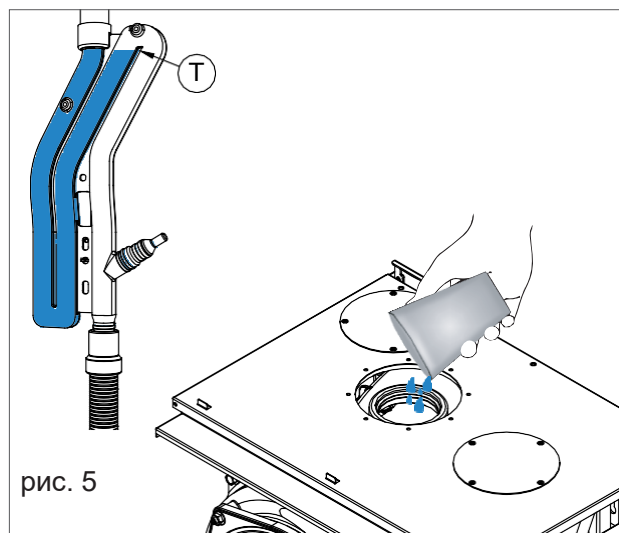

рис. 5
Порядок заполнения сифона следующий (см. рис. 5):
- › С помощью стакана залейте воду в выпускной канал теплообменника (см. рисунок 5), пока сифон не будет заполнен до самой высокой точки «Т» (рис. 5).